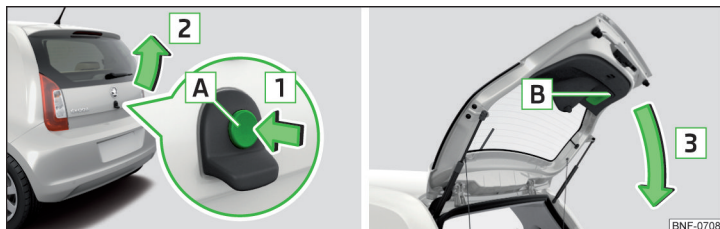

Bild 33 Öppna/stänga bagagelucka
- Tryck knappen **A** i pilens riktning **1** » bild 33.